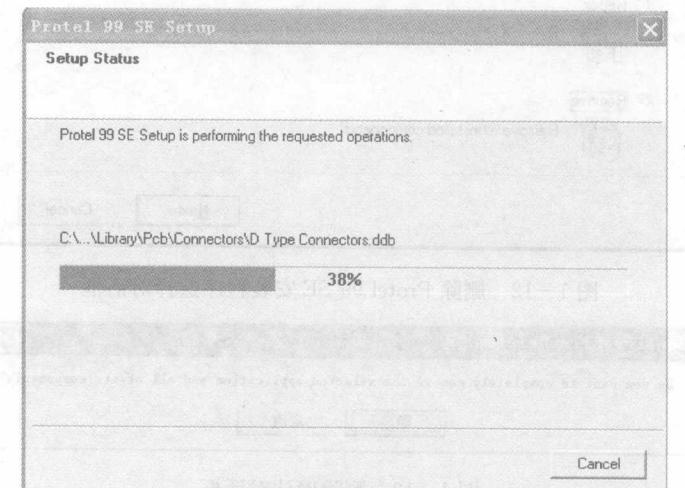
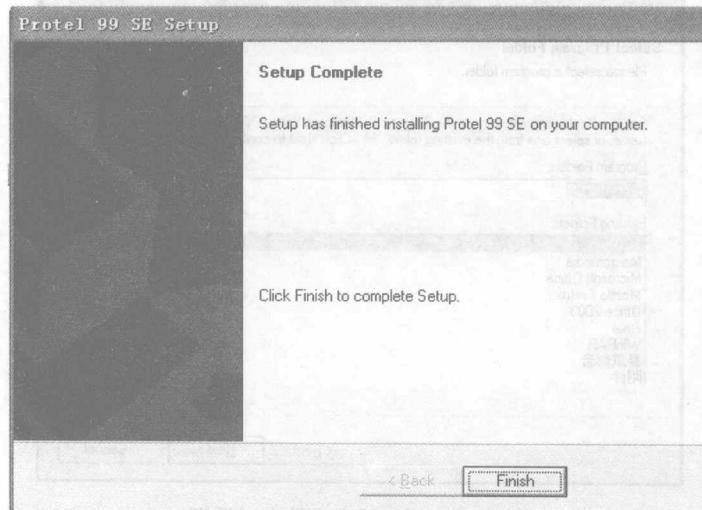

图 1-10 安装进度显示
图 1-11 安装完成
(10) 单击【Next】按钮，出现如图 1-10 所示的安装进度界面，根据用户软硬件配置不同，需要等待一段时间，若想退出安装，单击【Cancel】按钮即可。安装结束出现如图 1-11 所示的界面，单击【Finish】按钮完成安装。